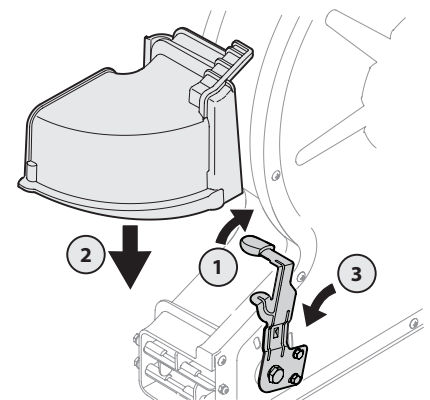

Figura 6
1. Gire la palanca direccional del soplador totalmente hacia la derecha, hasta la posición más elevada. Consulte la Figura 6.
2. Deslice el accesorio del canal hacia abajo, por encima de la abertura. Consulte 2 en la Figura 6.
3. Gire la palanca direccional del soplador hasta la posición media para trabar el accesorio del canal en su lugar. Consulte la Figura 6.